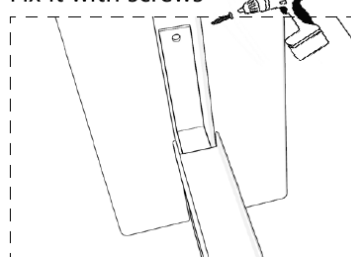

AFB. 8 – ONDERREGEL
- 01 Plaats de onderregel tegen de paal en verbind deze aan beide zijden met een L-vormige beugel van 65 × 70 mm (afb. 8–9). Bevestig volgens de schroefgatposities op de beugel met één zelftappende schroef van 3.9 × 32 mm en twee schroeven van 3.9 × 9.5 mm (afb. 10).